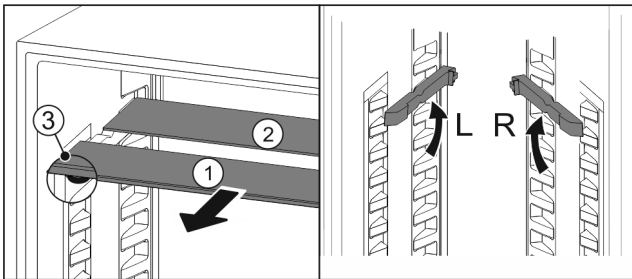

Fig. 76
- ▶ Vedä lasilevyt yksittäin etukautta ulos Fig. 76 (1).
- ▷ Koristelistalla varustettu lasilevy Fig. 76 (1) on edessä.
- ▷ Pysäyttimet Fig. 76 (3) osoittavat alaspäin.